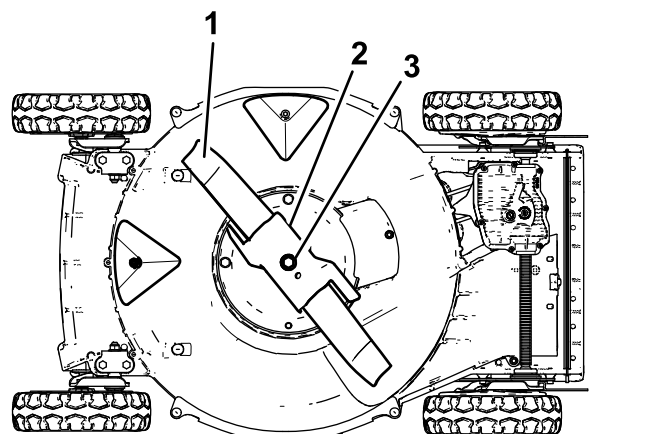

Figura 26
- Vuelque la máquina hacia su lado **derecho** (limpiador de aire hacia arriba), según se muestra en Figura 26.